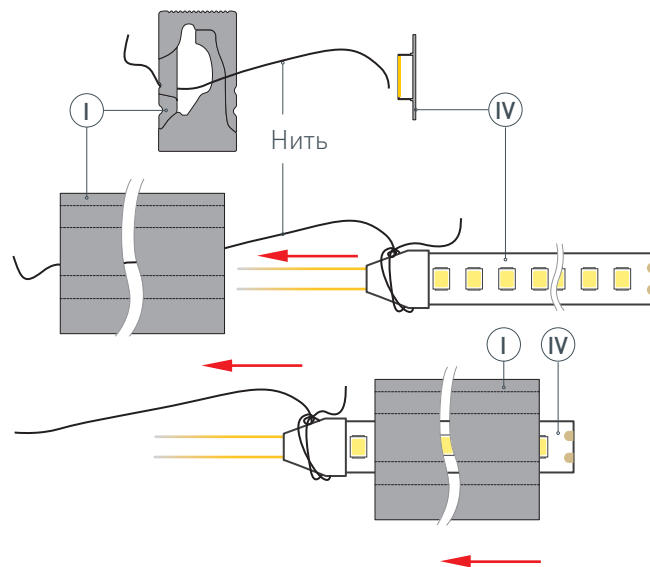

Рис. 1. Протяжка светодиодной ленты (IV) в профиль (I), вид сбоку
- 1** / Закрепите держатели (II) на поверхности и выведите наружу кабель от источника питания для светодиодной ленты.
Установите\* светодиодную ленту (IV) в профиль (I). Для этого необходимо привязать нить (находится внутри профиля) с одной стороны профиля (I) к светодиодной ленте (IV), как показано на рис. 1. Чтобы втянуть ленту в профиль, сначала аккуратно поместите кабели питания светодиодной ленты (IV) внутрь профиля (I), а затем, насколько это возможно, вставьте край светодиодной ленты. Аккуратно потяните за нить с другой стороны профиля (I) и тем самым протяните\*\* светодиодную ленту (IV) в профиль (I).